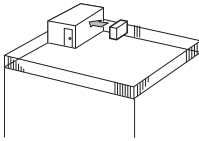

Fig. 2-4
- ① Richten Sie die Luftaustrittsöffnung mit einem Abstand von etwa 35 cm auf die nächstgelegene Wand aus. (Fig. 2-4)